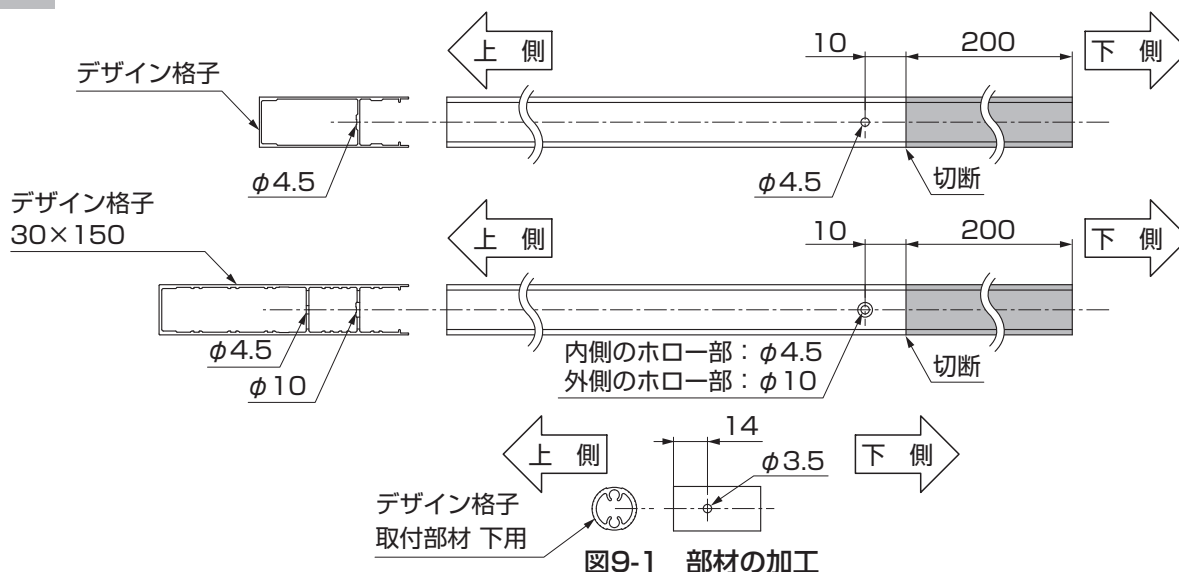

図9-1 部材の加工
- ①デザイン格子、デザイン格子取付部材 下用を切断、穴加工してください。(図9-1参照)